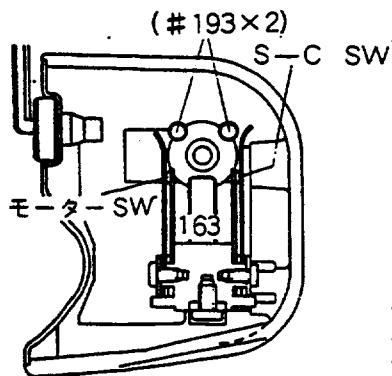

fig. 7-2
① SCダイヤルをSにセットのこと。
② S-C sw及びモーターswをfig. 7-2、7-3の如く、sw切替ピン(#193×2)の間に、シャッター鉤カラー#156の、鏝の上にカメラ電源swバネA(#163)のをせ取付けのこと。